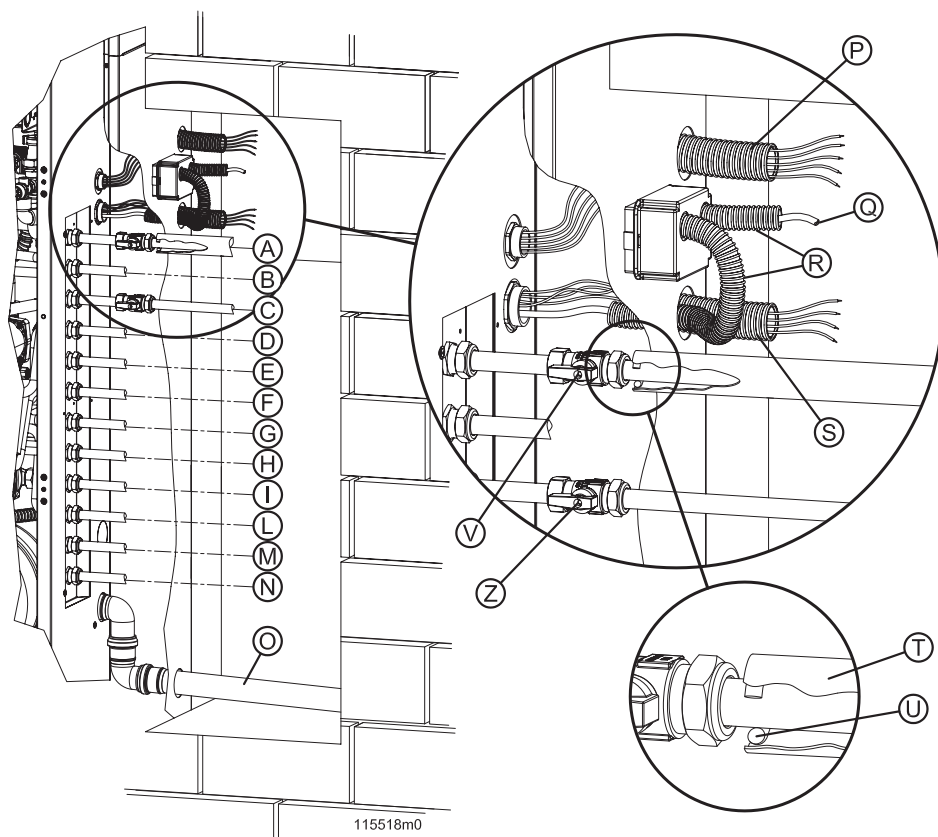

Figura 13 - Connessioni idrauliche e gas
- eseguire i raccordi idraulici come da figura 13;
ATTENZIONE !!! Se la durezza dell'acqua è superiore ai 25°F consigliamo di installare un decalcificatore a polifosfati. In figura 13 si può verificare il posizionamento dei tubi dell'acqua calda e fredda sanitaria. Prevedere un rubinetto di chiusura a monte dell'ingresso acqua fredda, utile per i lavori di manutenzione.
In figura 13 potete verificare il posizionamento del raccordo gas dell'apparecchio.
La caldaia viene fornita di serie con i raccordi illustrati nella figura 13, (qui vengono mostrati i raccordi della versione più completa) dove: